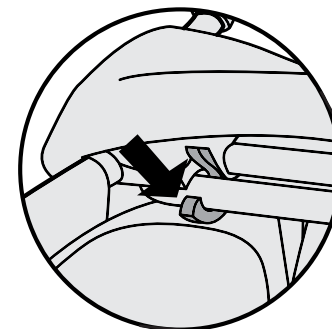

Figure 3
3. Serrez les tubes du cadre pour les verrouiller fermement. (Figure 3).